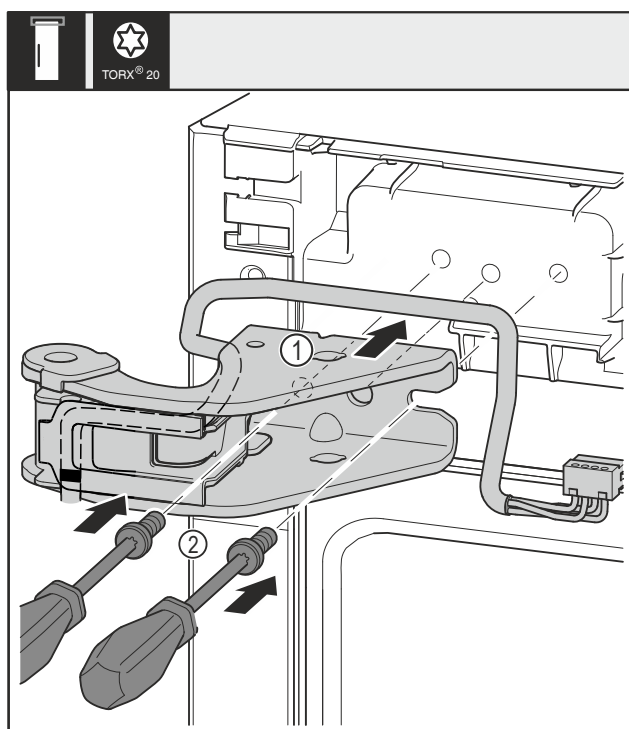

Fig. 30
- Coloque el soporte del cojinete superior Fig. 30 (1).
- Inserte y apriete los tornillos Fig. 30 (2) con un destornillador.